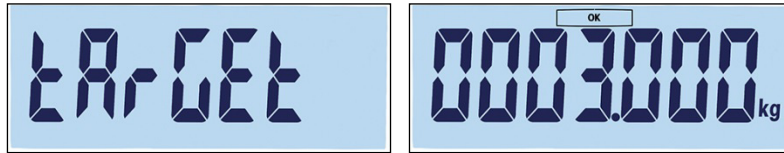

Figure 3-47 : Écrans Étiquette cible et Réglage
- Une fois que le numéro d'enregistrement est confirmé en appuyant sur , l'écran cible apparaît brièvement, suivi de l'écran de modification de la cible (Figure 3-47).